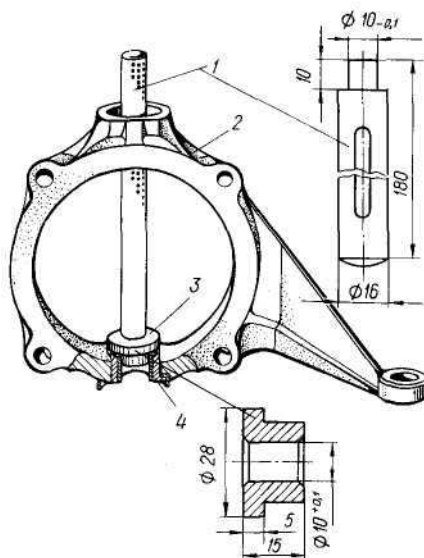

Рис. 176. Выпрессовка корпусов втулок шкворней с втулками в сборе:
- с помощью бородка выбейте заглушки из корпусов втулок. Выпрессуйте поочередно корпуса втулок с втулками в сборе (рис. 176). Снимите сальники, обоймы и грязезащитное кольцо;
- наденьте обоймы сальников и запрессуйте поочередно до упора корпуса втулок с втулками в сборе с помощью оправки *3* (рис. 176) и ручки *1*;